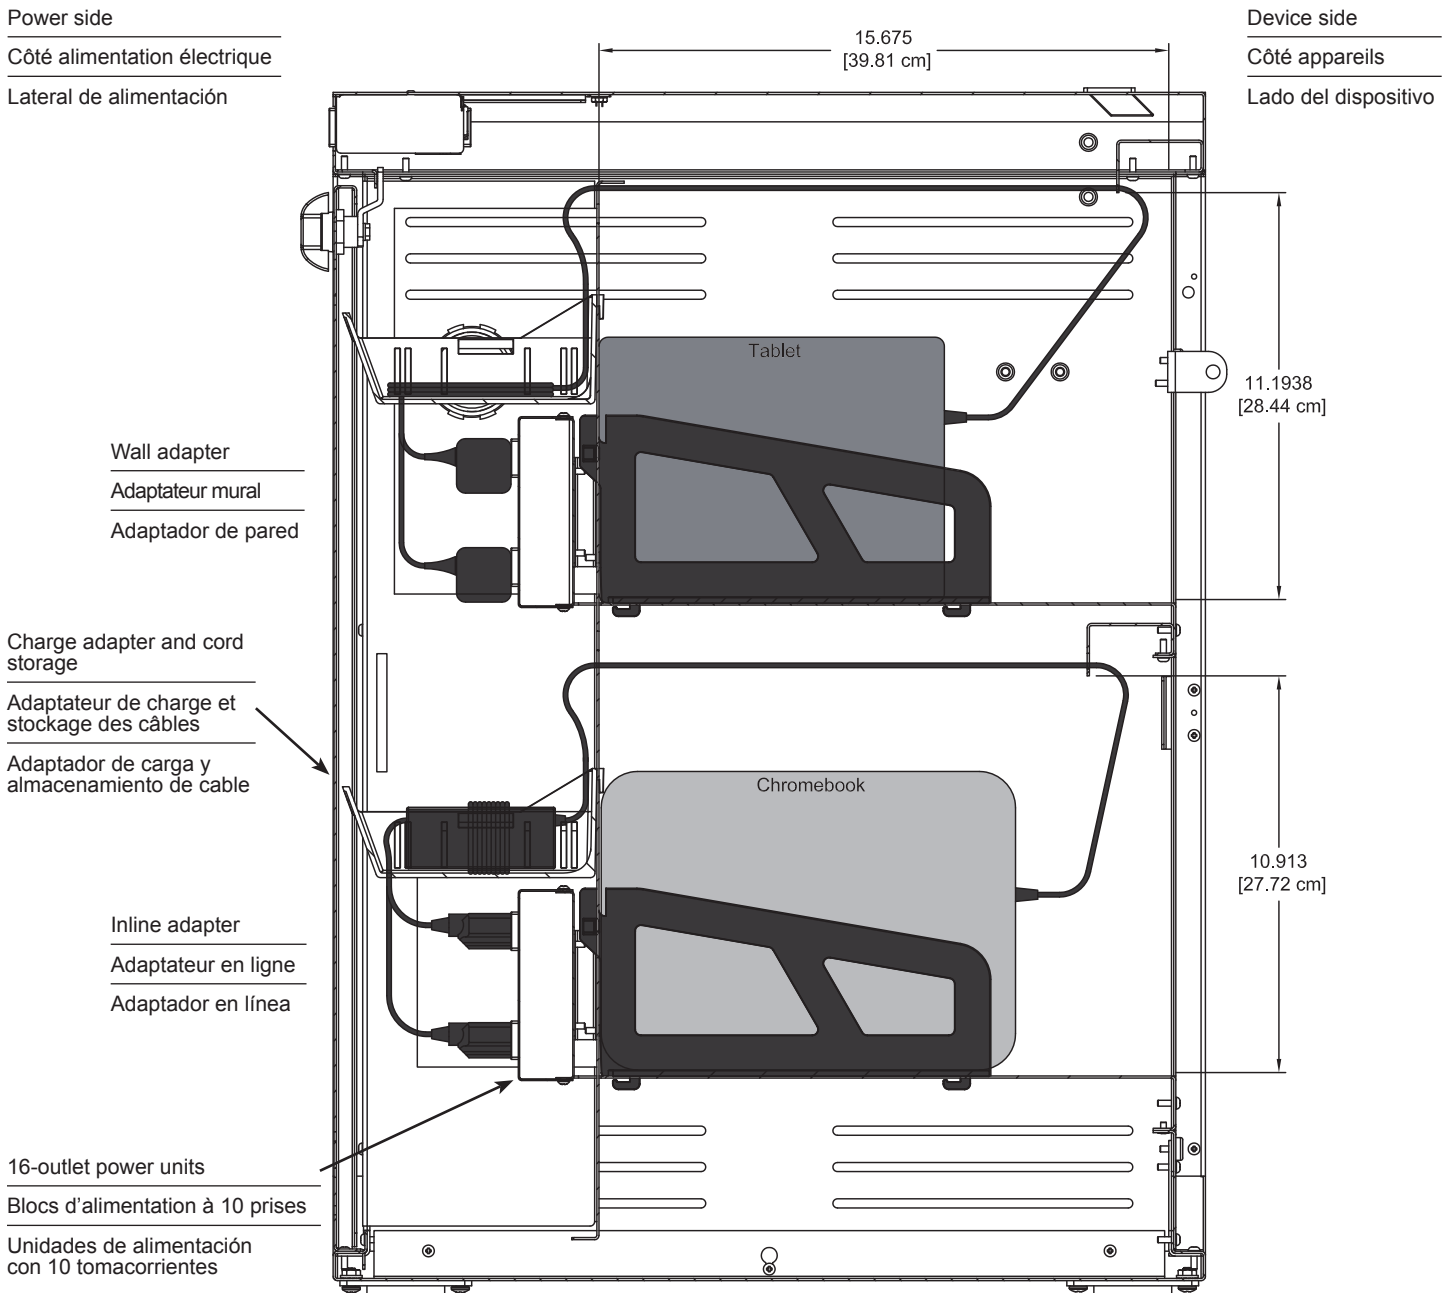

Figure 1
2. Place up to 30 devices into the cart. **Figure 1.**
2. Placez les ordinateurs dispositifs (30 au maximum) dans la classe mobile. **Figure 1.**
2. Coloque hasta 30 dispositivos en el carro. **Ilustración 1.**